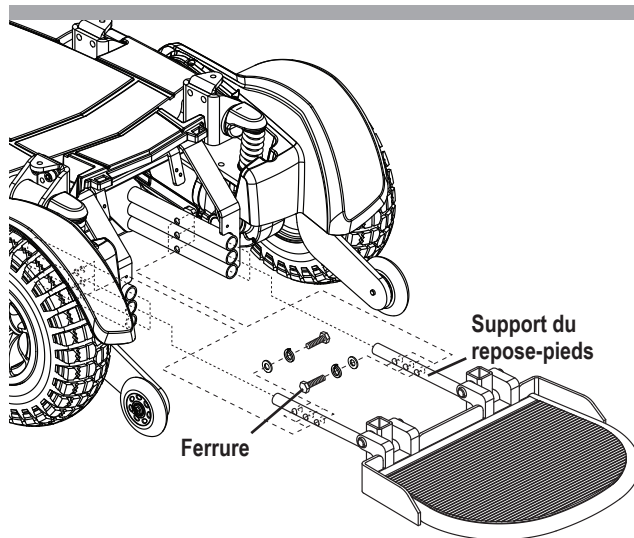

Figure 12. Ajustement de repose-pieds
1. Retirez les ferrures sur le support du repose-pieds. **Voir la figure 12.**